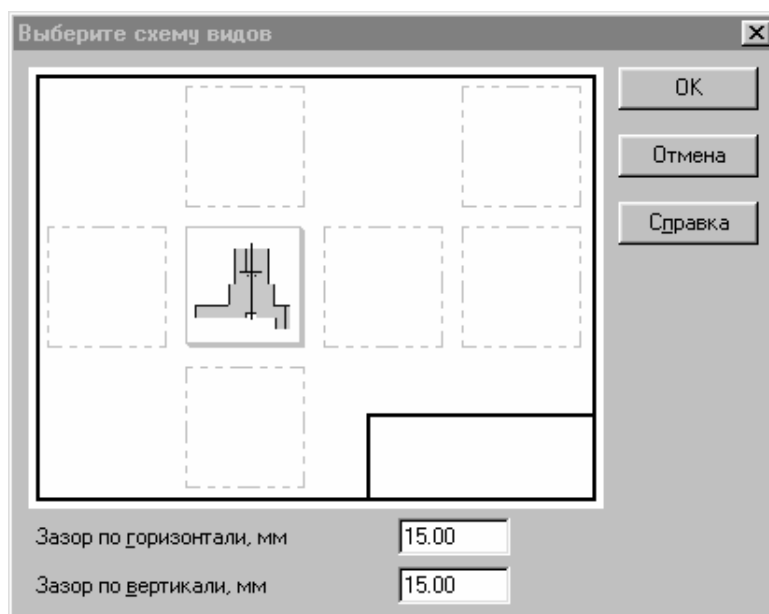

Рис. 42. Выбор схемы видов
3.7. Выберите в контекстном меню пункт «Схема видов...» и в окне выключите все виды кроме вида спереди (рис. 42).